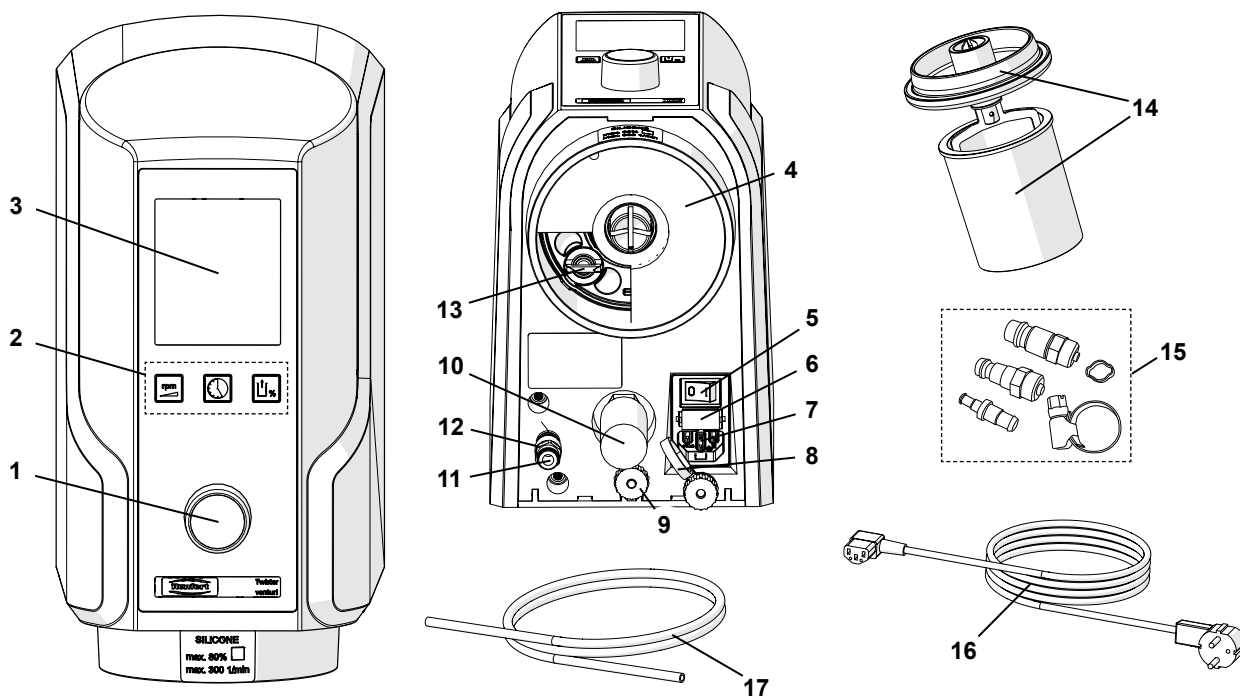

Fig. 1
- ⇒ Introducir la manguera de aire comprimido (17) hasta el tope de la toma de la manguera de aire comprimido (11), superando para ello perceptiblemente una ligera resistencia. Para ello hay que salvar una ligera resistencia.
- ⇒ Para la conexión a la red de tubería de aire comprimido, elija primero la apropiada pieza de empalme incluida en el juego adjunto (15, Fig. 1) y fíjela a continuación en el extremo del tubo flexible.
Conecte y desconecte el aparato a través del interruptor conector/desconector del aparato (5, Fig. 1).